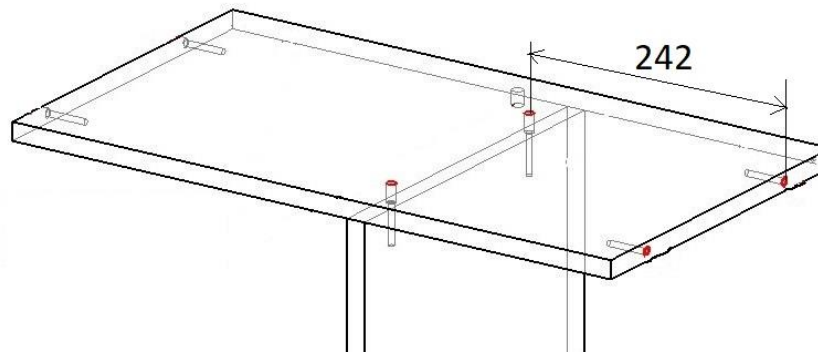

Рис.2
2. **Для правосторонней сборки:** Деталь №18 присоединить к детали №19 с помощью конфирматов 7x50 (И) (см. рис.2). Деталь №17 присоединить к детали №18 с помощью конфирматов 7x50 (И).